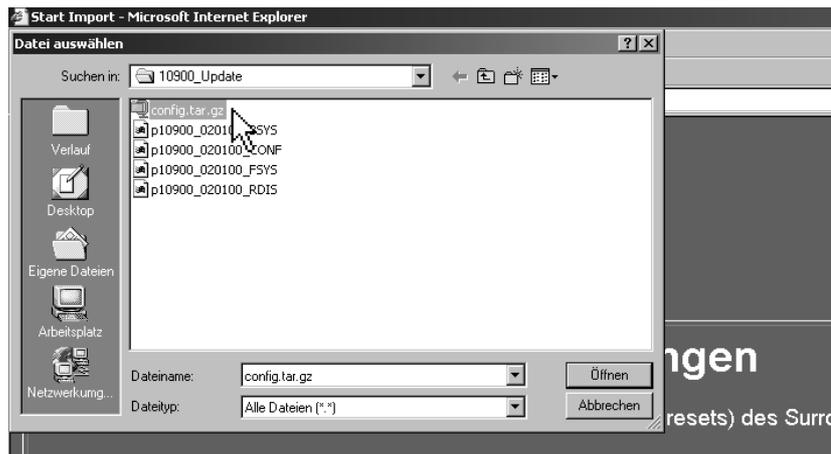

Bild 5-20: Dialog zum Auswählen der Import-Datei („config.tar.gz“)
4. Wählen Sie über den jetzt angezeigten Dialog das Verzeichnis (z. B.: „C:\10900_update“) aus, in dem Sie die Datei „config.tar.gz“ mit den Anwendereinstellungen abgelegt haben. Klicken Sie diese Datei an und klicken Sie anschließend auf „Öffnen“ (siehe Bild 5-20).